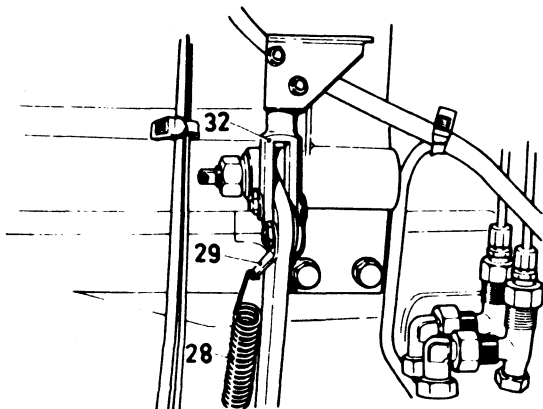

Fig. 3
— Te zorgen, dat de schalm (29), waaraan de trekveer (28) is bevestigd, is aangebracht, zoals in fig. 3 is afgebeeld, dus niet aan dezelfde koppen als de gaffel (32).